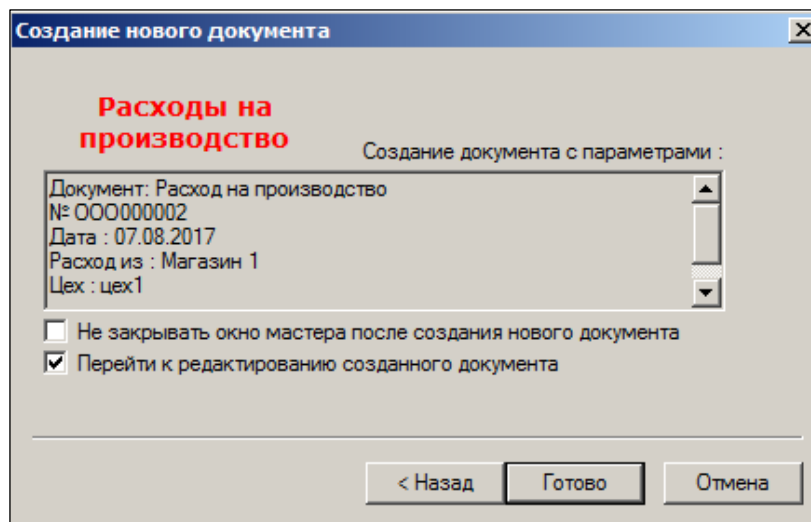

Рисунок 49 – Создание документа «Расходы на производство» (3)
- В появившемся окне (Рисунок 49) можно увидеть заданные ранее атрибуты документа и установить флажок **Перейти к редактированию созданного документа**; нажать кнопку **Готово**.